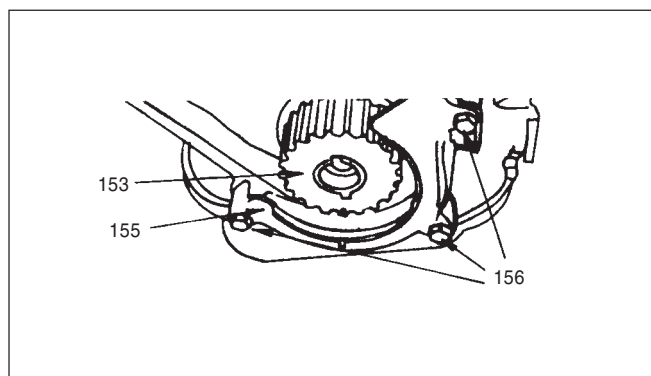

Fig. 29 Demontarea pinionului arborelui cotit
**Se demontează sau se deconectează (Fig. 29)**
- 2) 3 șuruburi(156), capacul fuliei arborelui cotit(155) și pinionul arborelui cotit(153)